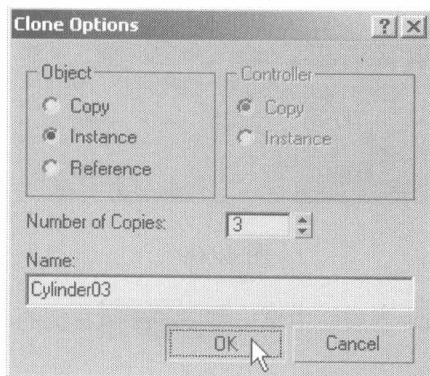
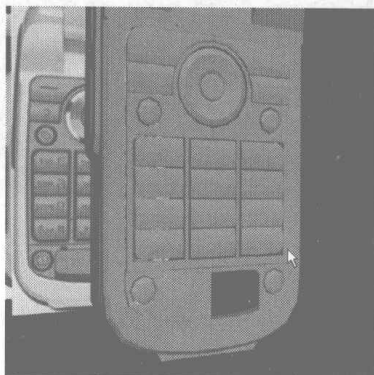

图 4.614
图 4.615
- 59** 取消所有编辑，选择导航键，在按住 Shift 键的同时用旋转工具将其旋转复制，在弹出的对话框中设置复制参数，如图 4.614 所示，再对其进行相应的调整，效果如图 4.615 所示。